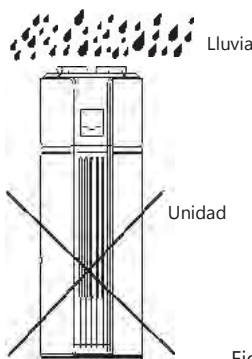

Fig.3-6
- Si llegara a entrar la lluvia hasta los componentes internos de la unidad, los componentes podrían dañarse o causar peligros físicos. (Fig. 3-6)